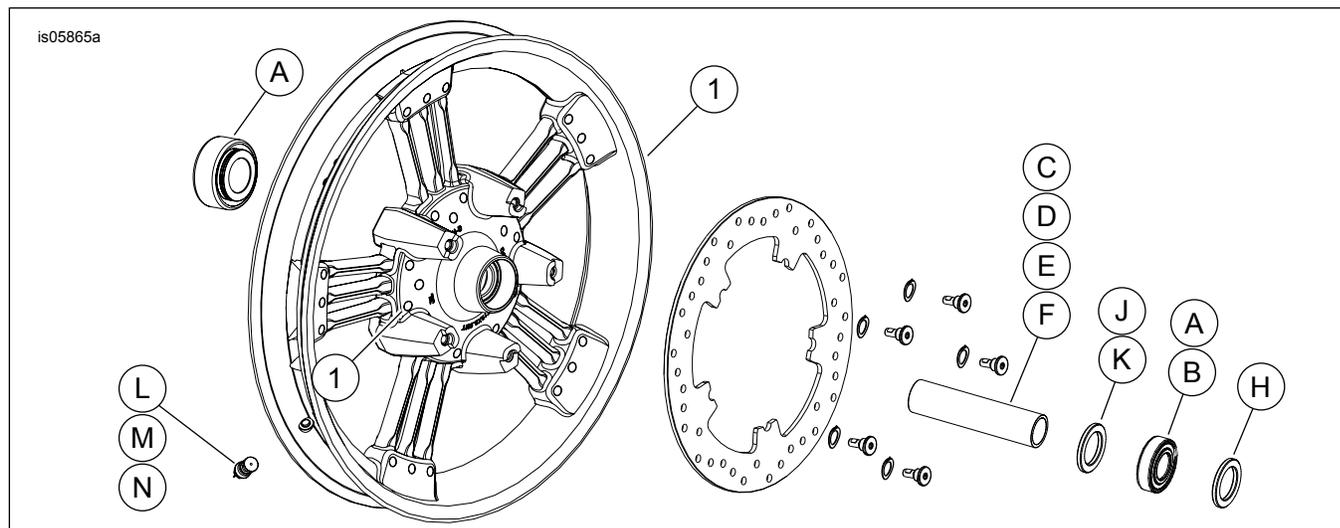

Figura 2. Peças de reposição: Rodas dianteiras Magnum 5 (roda de 19 pol. mostrada)
2. Veja Figura 2. Instale o conjunto da haste da válvula (L ou M) na roda. Consulte PNEUS no Manual de serviço.